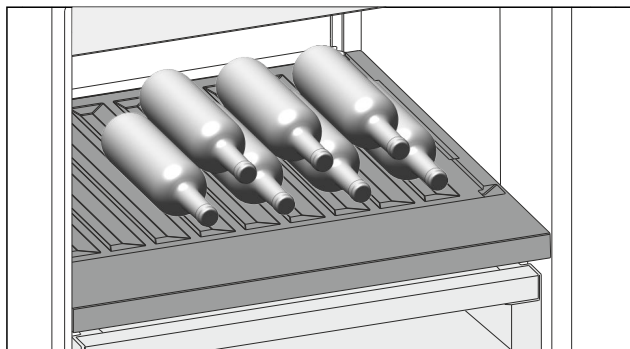

Fig. 90
- Inserire le bottiglie con il fondo rivolto verso la parte posteriore. (vedere Fig. 90)